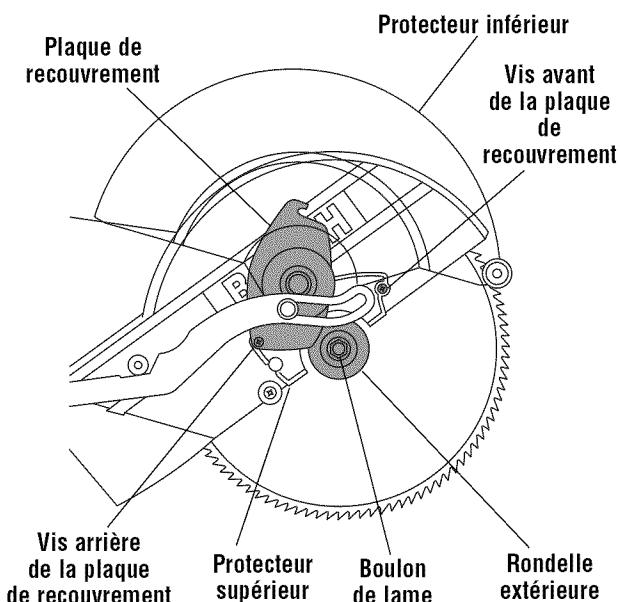

Figure 1. Dépose de la lame
- Tournez le protecteur inférieur à la main. Desserrez la vis avant de la plaque de recouvrement suffisamment pour pouvoir soulever cette dernière (Figure 1).
- Tournez la plaque de recouvrement en sens anti-horaire de manière à exposer le boulon de lame (Figure 1).